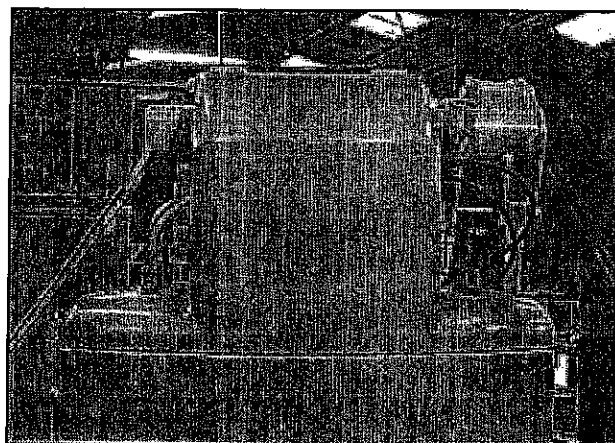

Fig. 6.6 - Fastlåsing.
- Fest maskinen skikkelig til lastebilens plan. (Se fig. 6.6 og 6.7).